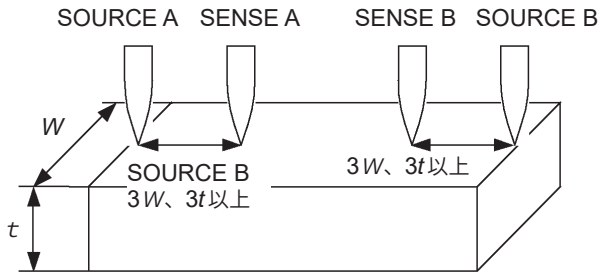

図9. 測定対象に幅や厚みがある場合のプロビング位置
図8は金属板の等電位線をプロットした例です。ちょうど天気予報の気圧配置図と風の関係に似たように、等電位面の間隔が密な箇所は電流密度が高く、疎な箇所は電流密度が低くなっています。この図から、電流の注入点付近は、電位勾配が大きくなっていることが確認できます。これは、電流が金属板に広がっていく最中であり、電流密度が高くなっているためです。このため、電圧検出端子を電流注入点付近に配置すると、わずかな接触位置の違いで測定値が大きく変わってきてしまいます。このような影響を避けるためには、電流注入点の内側で電圧を検出することが望ましいとされています。概して、測定対象の幅 (W) あるいは厚み (t) 以上内側であれば、電流分布は一様になってきていると考えられます。図9のように、SENSE 端子はSOURCE 端子から $3W$ あるいは $3t$ だけ内側に配するのが好ましいでしょう。